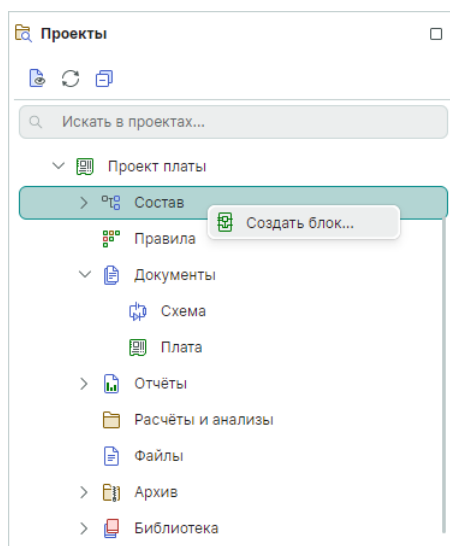

Рис. 27 Создание блока
1. Вызовите контекстное меню с узла «Состав» и выберите пункт «Создать блок...», Рис. 27.